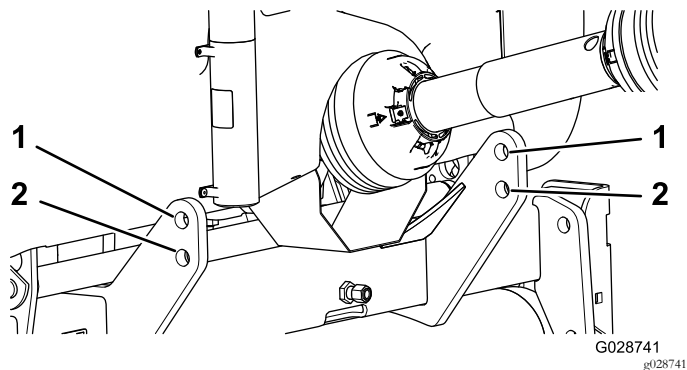

Figura 5
**Nota:** Para uma distância ao solo máxima, os pinos de engate devem ser fixados aos furos de montagem inferiores (Figura 5). Para determinar quando deve utilizar os furos de montagem superiores, consulte Ligar o veio da tomada de força.